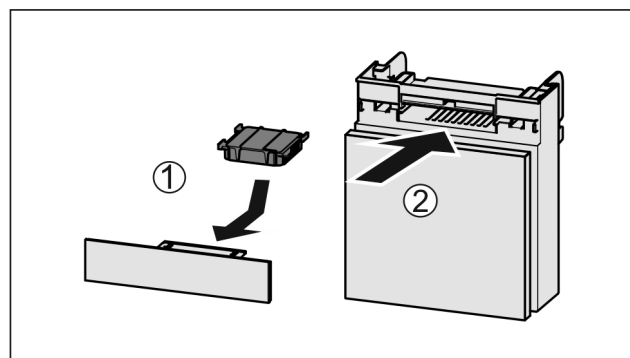

Fig. 58
► 按图装入 Fig. 58 (1) 活性炭过滤器。
► 推入 Fig. 58 (2) 抽屉。